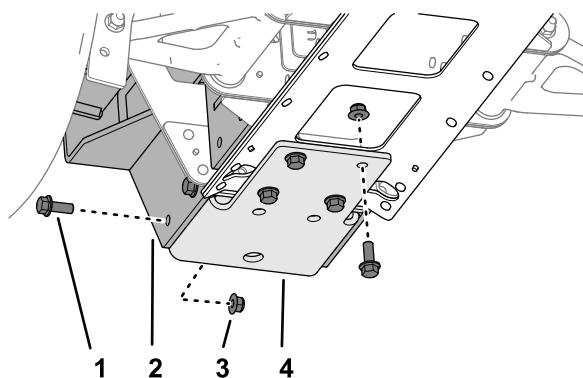

图 52
1. 如图 52 所示使用 8 个凸缘螺栓 $\frac{3}{8} \times 1$ 英寸和 8 个凸缘锁紧螺母 $\frac{3}{8}$ 英寸松松地安装底部支架、捡球器安装座和中心槽板。
3. 从机器上卸掉 8 个凸缘螺栓  $\frac{3}{8}$  x 1 英寸、8 个凸缘锁紧螺母  $\frac{3}{8}$  英寸、底部支架和拾球器安装座 图 52。